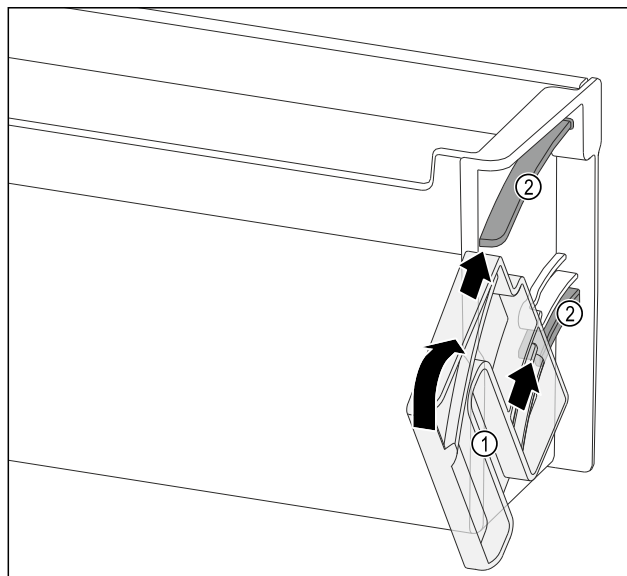

Fig. 100
- Umiestnite otočnú jednotku Fig. 100 (1) tak, aby sa vybrania nachádzali presne oproti vodiacim kanálom Fig. 100 (2) odkladacieho priestoru vo dverách.
- Otočte otočnú jednotku Fig. 100 (1) do uvedeného smeru.